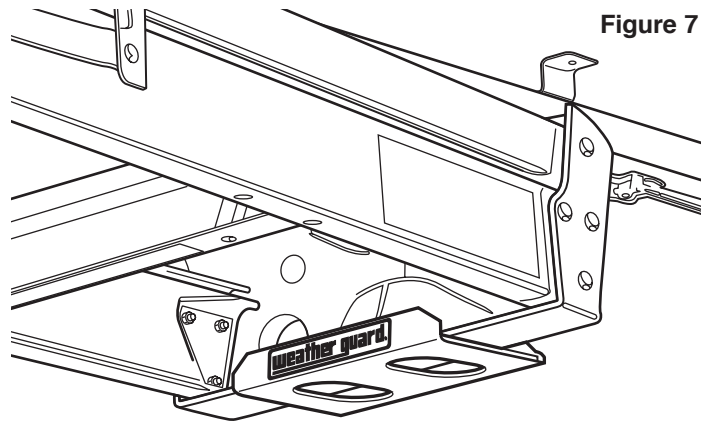

Figure 7
5. Soulevez le sommet de l'échelle et placez-la dans le berceau avant. Voir la figure 7.